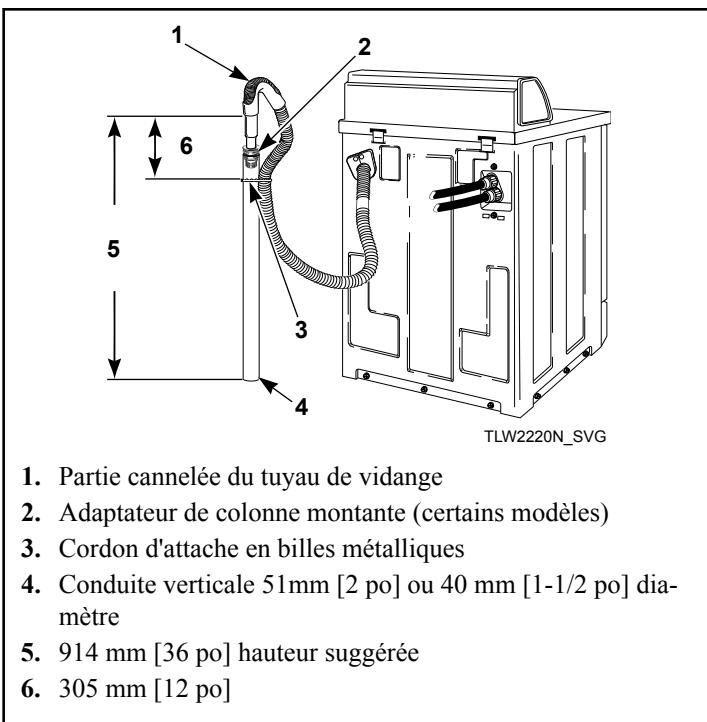

Figure 5
4. Retirer le cordon d'attache en billes métalliques du sac d'accessoires et le placer autour de la conduite verticale et du tuyau de vidange à approximativement 300 mm [12 pouces] du haut de la conduite. Se reporter à la *Figure 5*.